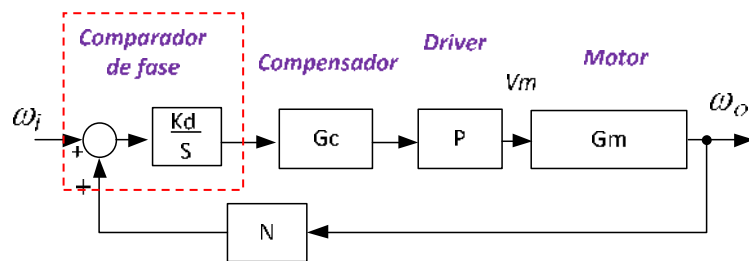

Figura 2: diagrama de bloques para la simulación
1. Rellene los bloques del diagrama de la figura 2 con las funciones de transferencia apropiadas para lograr un comportamiento estable al cerrar el lazo. (Es necesario que Ud. diseñe el compensador y la ganancia "P"). Simule para lograr una velocidad de salida de alrededor de 1800rpm.
Arme un circuito que se corresponda con la Figura 2 y verifique experimentalmente lo dicho en los apartados A.1, 2, 3 y 4; B.3 y B. 4.